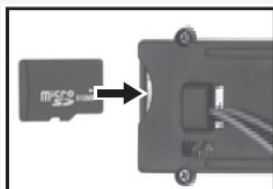

Fig. 13
- Inserire la scheda di memoria microSD nel modulo telecamera. (Fig.13)